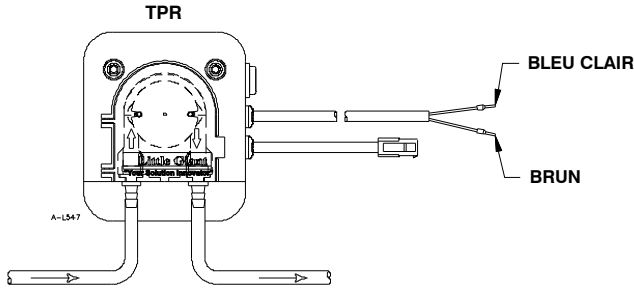

FIGURE 4
**Séries TPR** (contrôle du réservoir) - Connecter le fil brun à la phase principale (ligne) et le fil bleu à la phase neutre (commun) (Voir la figure 4). S'assurer que l'alimentation est coupée lors de la connexion du réservoir à la pompe. Connecter le câble du réservoir à la pompe en branchant la fiche à quatre (4) broches au câble correspondant sur la pompe.